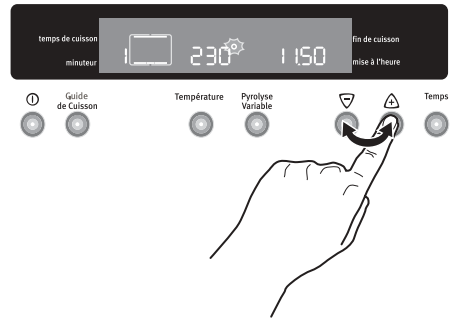

Fig. 5
- Utilisez les touches ▾ ou ⚠️ pour modifier la température prédéfinie tandis que le symbole “●” clignote (Fig. 5). La température maximum pouvant être programmée est de 250°C.